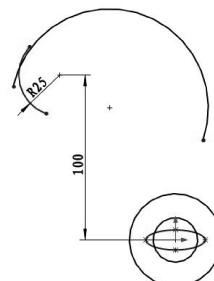

图 2-38 绘制圆弧 2
- 06 利用【圆心/起/终点画弧】命令，绘制如图 2-38 所示的圆弧 2。